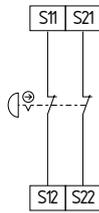

Fig. 8
**Circuit d'arrêt d'urgence à 2 canaux avec organes de commande selon ISO 13850 et IEC 60947-5-5 (Fig. 8)**